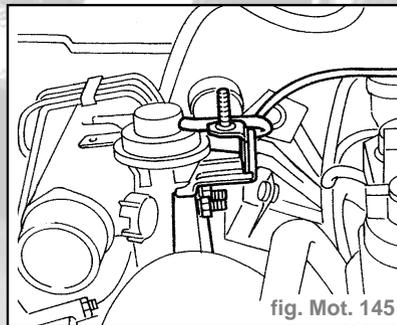

fig. Mot. 145
- Débrancher de l'EGR le tuyau de l'électrovalve d'interception des vapeurs d'essence, dévisser les écrous indiqués et déposer l'étrier représenté (fig. Mot. 145).